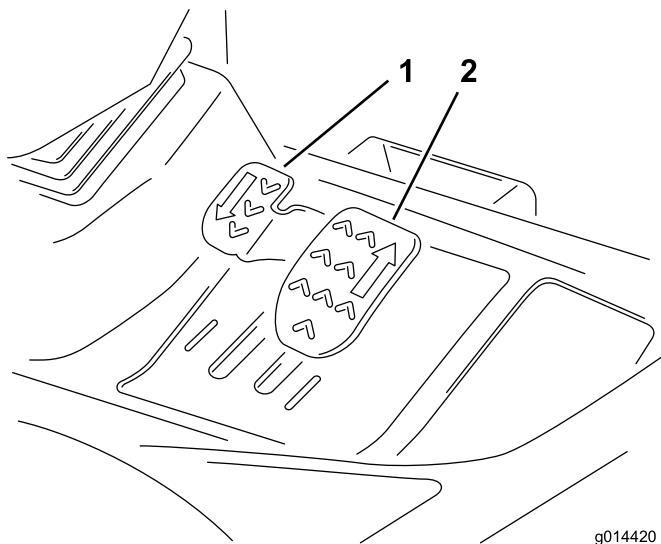

Figura 8
**Avanzamento:** Premete il pedale di avanzamento per aumentare la velocità di avanzamento. Lasciate andare il pedale per ridurre le velocità (Figura 8).
**Retromarcia:** Premete il pedale di retromarcia per aumentare la velocità di retromarcia. Lasciate andare il pedale per ridurre le velocità (Figura 8).